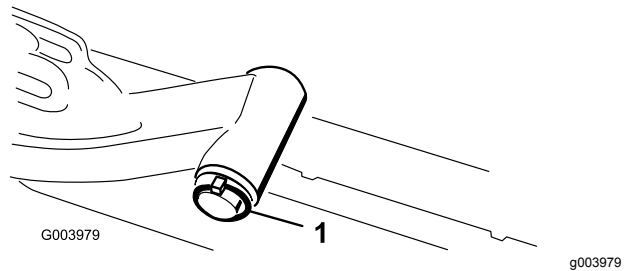

Bild 12
- A. Nehmen Sie den Klappstecker und die Scheibe ab, mit denen der Gelenkschaft des Hubarms am Hubarm befestigt ist. Schieben Sie die Gelenkwelle des Hubarms aus dem Hubarm (**Bild 12**).
- C. Setzen Sie den Hubarmschaft in den Hubarm ein und befestigen Sie ihn mit der Scheibe und dem Klappstecker (**Bild 12**).